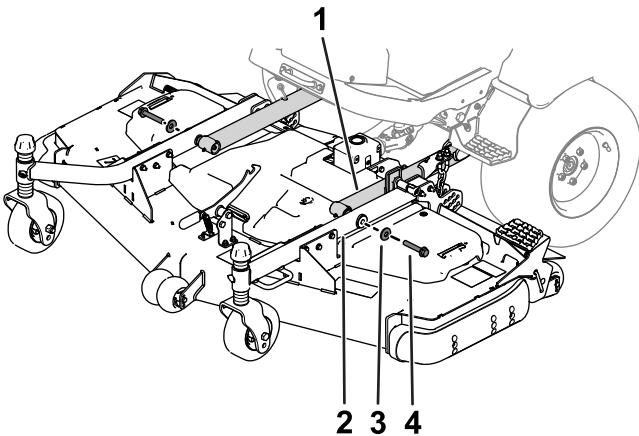

Figura 5
- 7. Utilizzate 2 bulloni a testa esagonale e 2 rondelle per fissare i bracci delle ruote orientabili ai bracci di sollevamento (Figura 5).